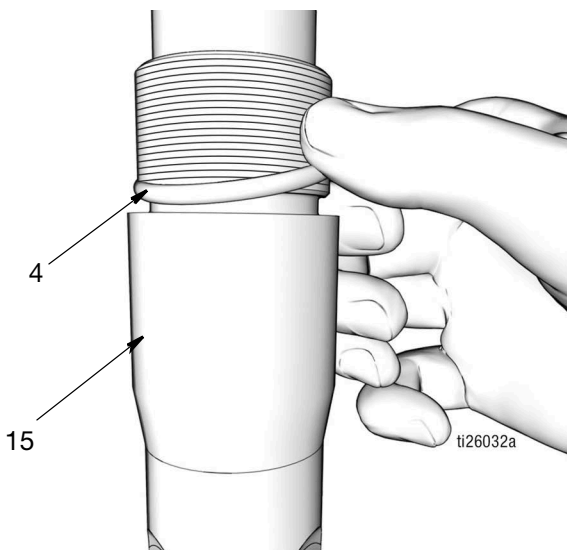

FIG. 43
- b. Aplique una capa fina de grasa en la junta tórica (4). Monte la junta tórica alrededor de la válvula de retención de la salida (15) (FIG. 43).